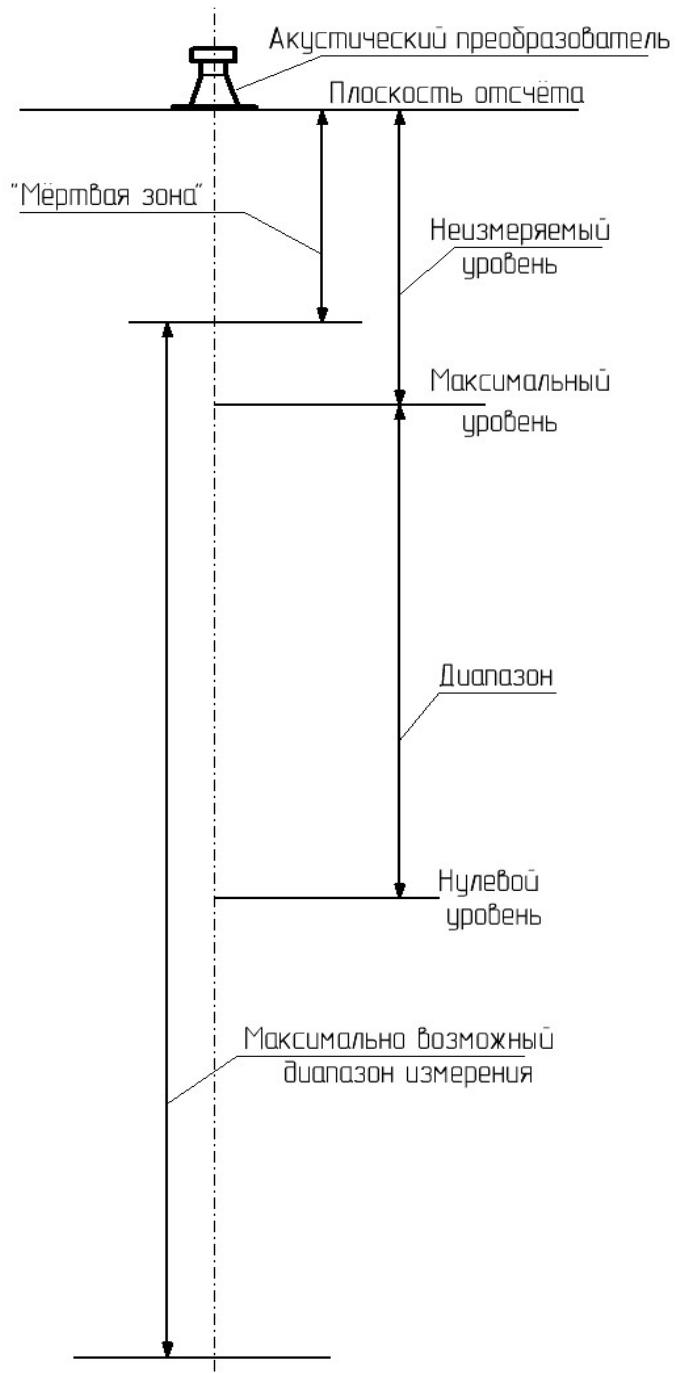

Рисунок 3.
**Плоскость отсчёта** - плоскость, от которой вёдётся отсчёт всех измерений (рис.3).